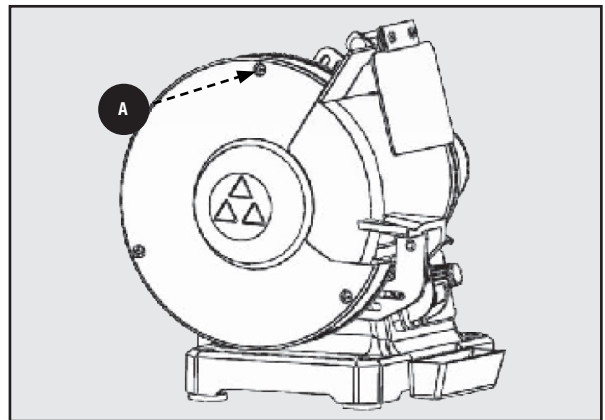

Figura 4
1. Retire los dos tornillos **A** que sujetan la cara exterior de la guarda del disco al marco de la herramienta. También tendrá que retirar el perno de carro largo que fija el soporte del portaherramientas retirando el pomo de bloqueo grande inferior. Vea la Figura 4.
4. Fije el hecho exterior del protector de la rueda al marco de la herramienta utilizando los tornillos **A** invirtiendo el paso 1. Véase la Figura 4.